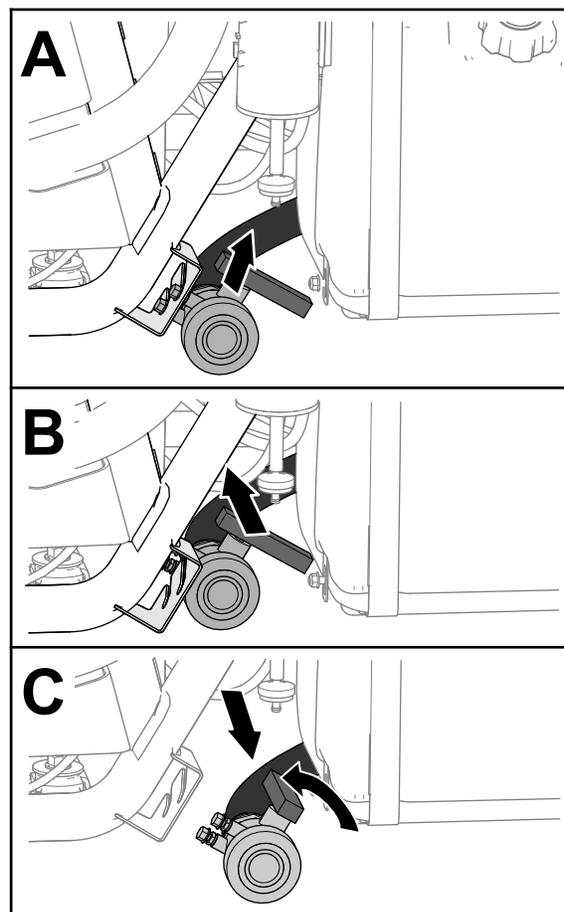

Figura 28
2. Localice la válvula de drenaje del depósito a la izquierda de la máquina, hacia el depósito de combustible (Figura 28).
3. Eleve la válvula y muévala hacia la parte interior, hasta que los espárragos de montaje de la válvula salgan de las ranuras en el soporte de la válvula de drenaje y mueva la válvula hacia atrás (Figura 28).
4. Alinee el extremo de la válvula con el recipiente de drenaje y gire la palanca de la válvula en sentido antihorario hasta la posición abierta (Figura 28).
5. Cuando el depósito se haya vaciado por completo, gire la palanca de la válvula de drenaje hasta la posición cerrada y monte la válvula en el soporte de la válvula de drenaje (Figura 28).